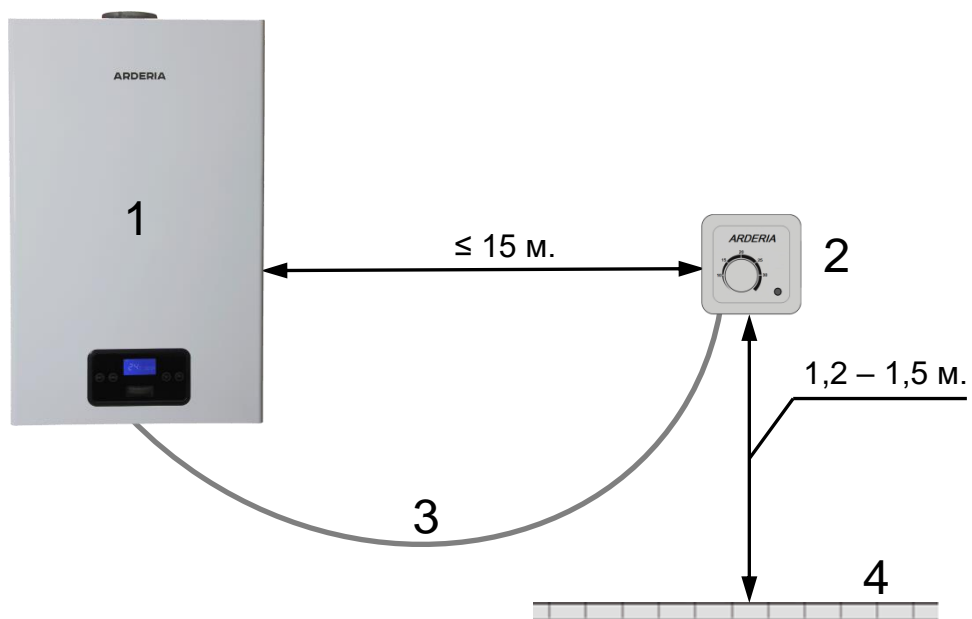

Рис. 48 Место установки комнатного термостата.
- Термостат монтируют на стене, на высоте 1,2 - 1,5 м. от пола (См. Рис. 48).
- **Рекомендуемое** расстояние от термостата до котла не более 15 м (См. Рис. 48).